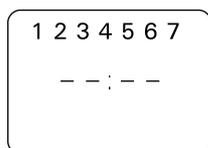

Figure 10.
- appuyez une fois sur le bouton de programmation [Ch] pour confirmer la programmation de temps, l'écran retourne au mode indiqué dans le diagramme. (Fig. 10)